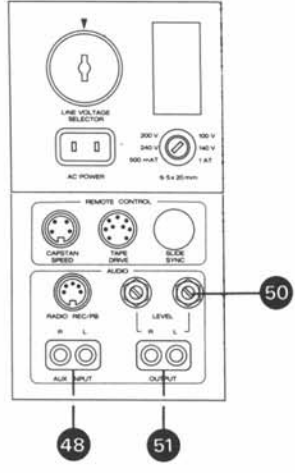

Fig. 6.4.-5
- NF-Generator an Anschluss AUX INPUT (48) parallel anschliessen.
- NF-Millivoltmeter am Ausgang OUTPUT (51) anschliessen.
- Set operating controls as per fig. 6.4.-3.
- Connect audio generator to both AUX INPUTS (48) in parallel.
- Connect audio millivoltmeter to OUTPUT (51).
- Effectuez les commutations selon la fig. 6.4.-3.
- Raccordez un générateur BF aux entrées AUX INPUT (48).
- Branchez un millivoltmètre à la sortie OUTPUT (51).
- Bedienelemente nach Fig. 6.4.-5 einstellen.
- NF-Millivoltmeter an Ausgang (51) OUTPUT L anschliessen.
- Wiedergabetaste PLAY drücken und an Justierschraube (P) auf Ausgangsspannungs-Maximum einstellen.